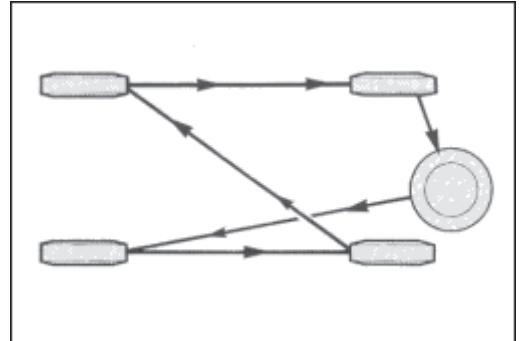

Abb. 6 Schema zum Auswechseln der Räder.
5. Räder nach dem abgebildeten Schema wechseln, Abb.6, und Radmuttern aufschrauben.